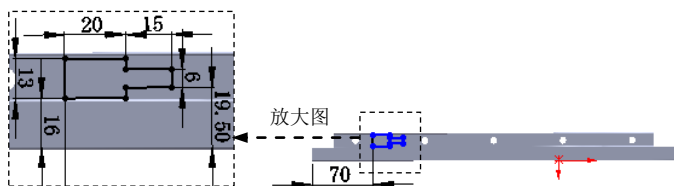

图 17.6.36 横断面草图
- (1) 选择命令。选择下拉菜单 **插入(I)** → **切除(C)** → **拉伸(E)...** 命令。
- (2) 定义特征的横断面草图。选取图 17.6.35 所示的模型表面为草图平面，绘制图 17.6.36 所示的横断面草图。